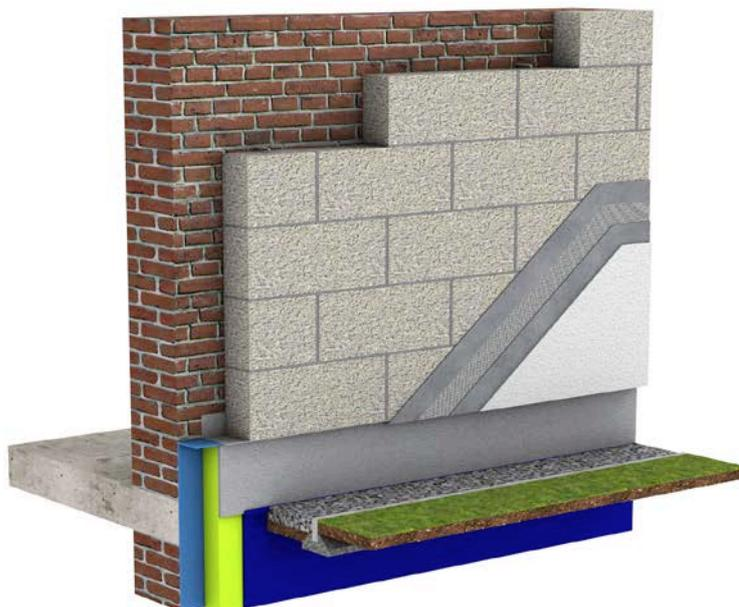

Fig. 1 Isolation des murs depuis l'extérieur à l'aide de blocs végétaux (vue 3D).
1. s'assurer que le mur est exempt de remontées capillaires. Les isolants sous forme de blocs végétaux (chaux-chanvre, p. ex.) doivent être posés à 30 cm au-dessus du sol. Protéger les blocs des remontées capillaires au pied du mur. Il importe de prolonger l'isolant imputrescible au pied du mur pour éviter les ponts thermiques. Fixer une cornière pour supporter les charges mécaniques des blocs et veiller à ce que celle-ci soit posée en équerre par rapport au mur existant (voir figures 1 et 2)